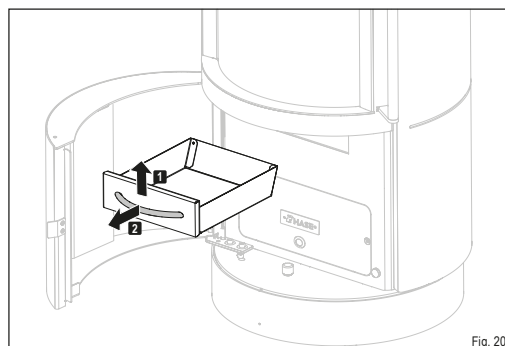

Fig. 20
- Tirez le bac à cendres hors de l'ouverture par le capot (Fig. 20). Videz les cendres dans un récipient résistant au feu.
- ▶ Tirez le bac à cendres hors de l'ouverture par le capot (Fig. 20). Videz les cendres dans un récipient résistant au feu ou passez l'aspirateur.
- ▶ Tirez le bac à cendres hors de l'ouverture par le capot (Fig. 20).